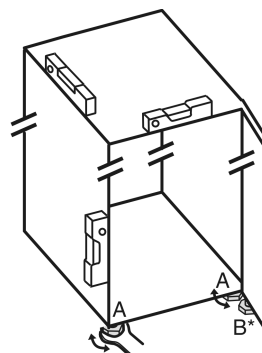

Fig. 4
- ▶ 用随附的开口扳手将垫脚 Fig. 4 (A)借助水平仪旋出, 直至稳固、平坦对齐冰箱。
- ▶ 使用随附的开口扳手旋出托架上的垫脚 Fig. 4 (B)，直至垫脚平置于地板。
- ▶ 将垫脚 Fig. 4 (B)继续旋转 90°。